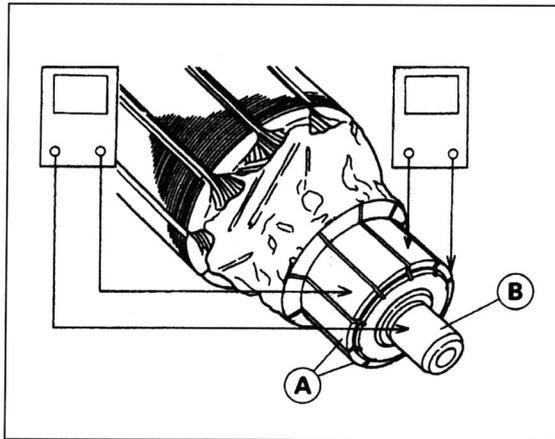

Bild 135
- Stromdurchgang zwischen einzelnen Kollektorlamellen ist normal, bei Stromdurchgang zwischen Kollektorlamelle und Ankerwelle Anker auswechseln (Bild 135).